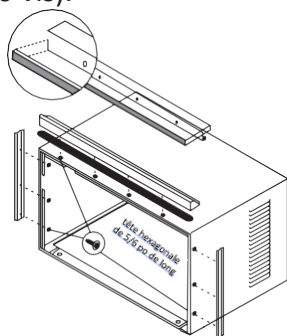

Fig. 8
2. Installez les dispositifs de retenue d'angle supérieur et latéral sur le caisson, comme indiqué dans la Fig.8 (10 vis).